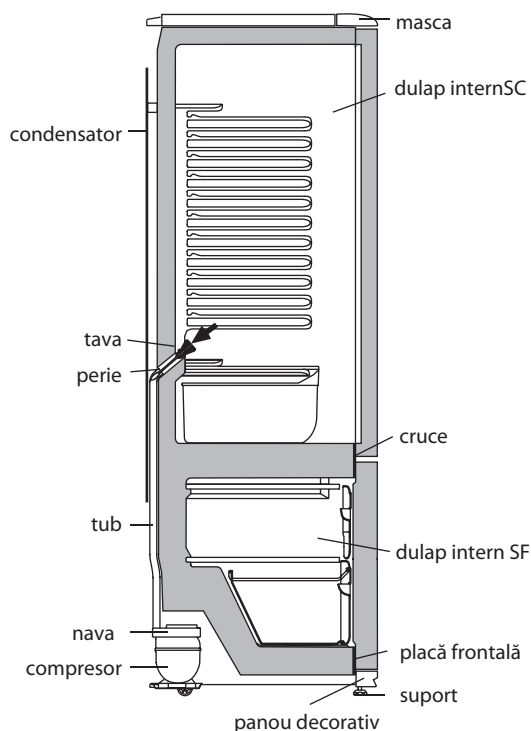

Figura 4 — Schema de eliminare a apei topite din SF
2.3.1 În SF se utilizează sistemul automat de dezghețare. Chucura, care apare pe peretele din spate a SF, se topește în ciclu de dezghețare la deconectarea compresorului și se transformă în picături de apă. Picăturile de apă topită se scurg în vas și prin gaură în tavă patrund în țevă navei pe compresor, în conformitate cu figura 4 unde și se evaporă. În gaura tavei este instalată o perie pentru a preveni înfundarea sistemului de evaporare.
Prezența apei în tavă indică la blocarea posibilă a scurgerii apei. Pentru a elimina contaminarea trebuie a curăța cu peria gaura în tavă, astfel că apa să se scurgă fără obstacole într-un vas, se spală peria și se instalează în conformitate cu figura 4.
ATENȚIE! Apa, care a apărut la partea de jos a SF poate trece în interiorul secției și poate provoca coroziunea dulapului în conformitate cu figura 4 și să conducă la esirea din funcție a frigiderului.